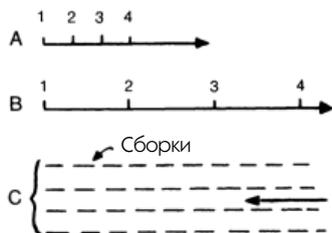

Рис. 300
1. Разделите на равные части деталь, которая будет удерживать сборки (рис. 300 А). Поставьте метки.
2. Разделите на такое же количество частей деталь, которая будет присборена, и также поставьте метки (рис. 300 В).
3. По обе стороны от соединительной метки (стрелка на рис. 300) сформируйте один-два ряда сборок вручную или с помощью машины, как объяснялось выше (рис. 300 С).